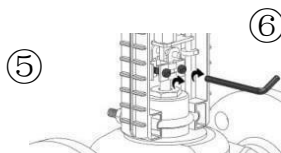

Рис. 8
- 4. Соедините шток привода и шток клапана (Рис.8). Переместите зажимной хомут, ранее отвинченный, на середину, чтобы зажать шток клапана (выпуклость в середине хомута совмещена с канавкой штока привода), а затем затяните два винта, чтобы хомут был надежно закреплен. Инструмент для установки: шестигранный ключ $S = 5 \text{ мм}$.